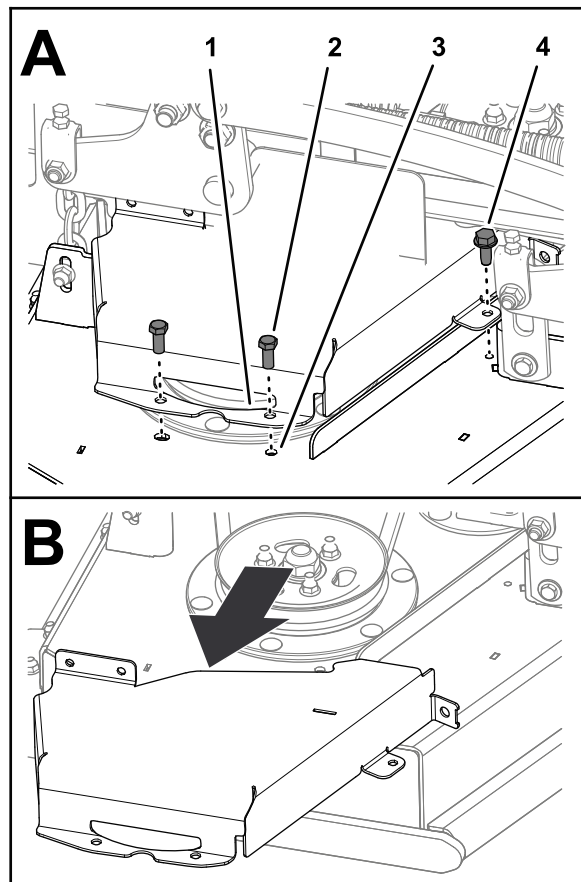

Figure 39
2. Retirez les 2 boulons et vis à embase qui fixent le protège-courroie droit au plateau de coupe, et déposez le protège-courroie (Figure 39).